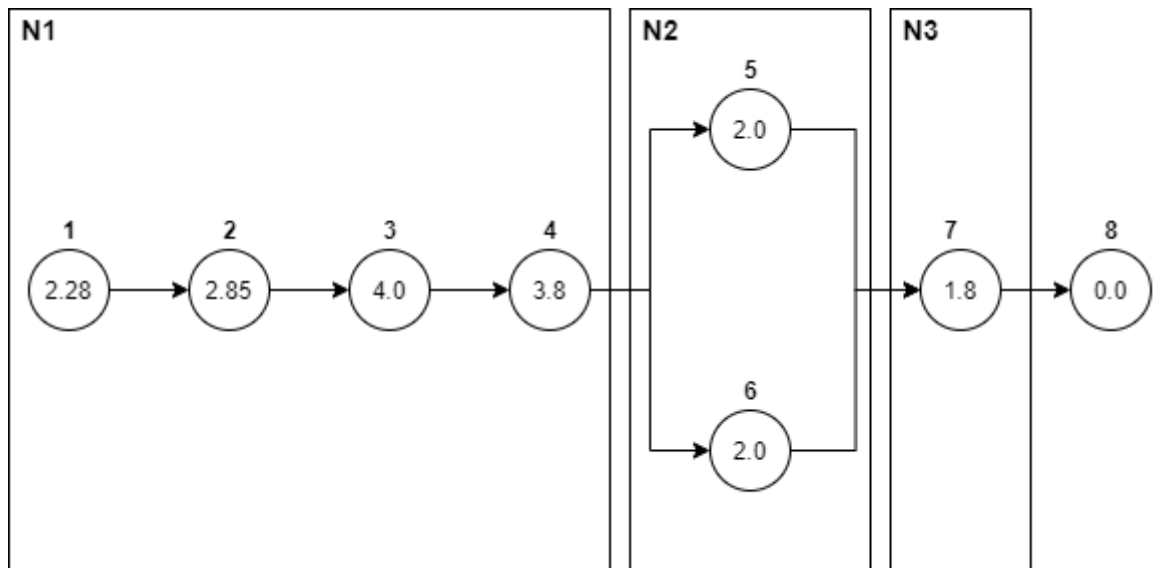

Рисунок 1 — Граф надежности
2. Построен граф надежности согласно варианту 8. Граф представлен на рис. 1